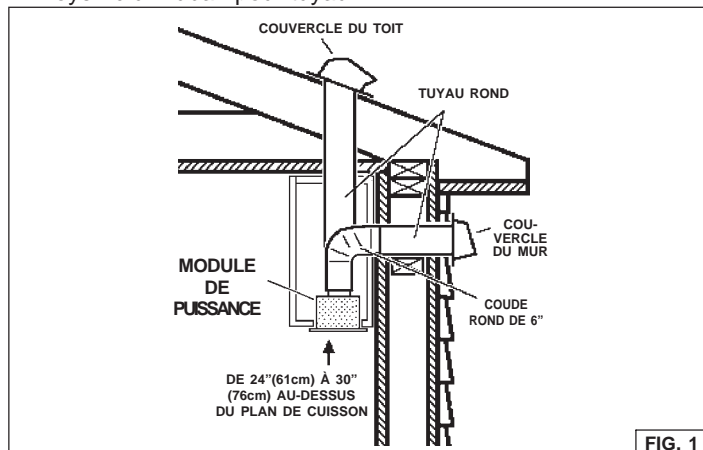

FIG. 1
1. Décrivez où le tuyau rond doit être installé, entre votre hotte et l'extérieur (Réf. Figure 1).